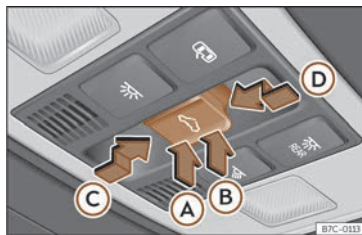

Fig. 61 En el revestiment interior del sostre: tecla del sostre de vidre.
La tecla <> >>> **fig. 61** té dos nivells. En el primer nivell es pot situar el sostre en la posició deflectora, obrir o tancar totalment o parcialment.
- Sostre de vidre: abans que passin 5 segons aproximadament des de l'activació de la funció antiatrapament, premeu la tecla >>> **fig. 61** fins al segon nivell en el sentit de la fletxa **D** fins que el sostre es tanqui de tot.